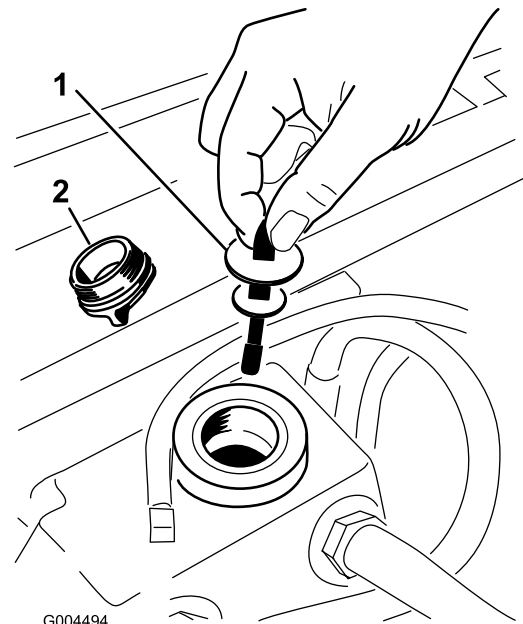

Bild 57
5. Nehmen Sie den Deckel des Hydraulikbehälters vom Einfüllstutzen ab (**Bild 57**).
6. Nehmen Sie den Peilstab heraus und wischen Sie ihn mit einem sauberen Lappen ab (**Bild 57**).
7. Stecken Sie den Peilstab in den Einfüllstutzen und ziehen ihn dann heraus, um den Ölstand zu prüfen (**Bild 57**).